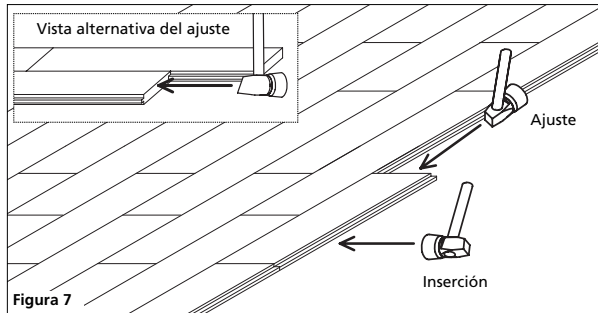

Figura 7
**AJUSTE DE LOS LISTONES DEL PISO (VER LA FIGURA 7)**